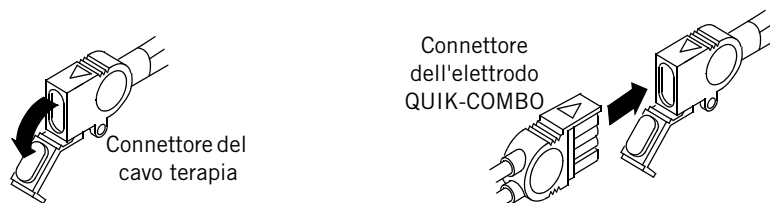

Figura 6-2 Collegamento degli elettrodi QUIK-COMBO al cavo terapia
1. Aprire la copertura di protezione sul connettore del cavo terapia (vedere la Figura 6-2).